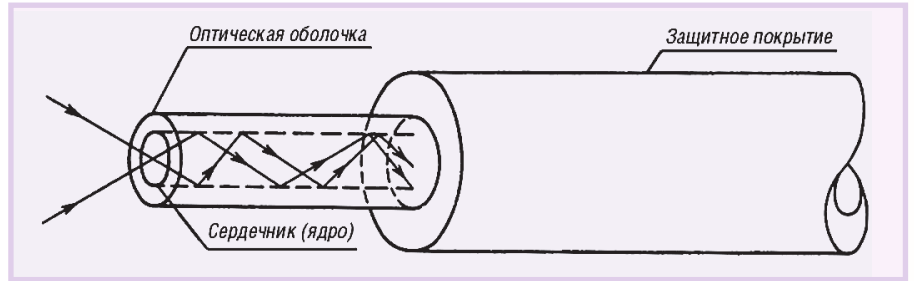

Рис. 3. Структура оптического волокна
Оптическое волокно (рис. 3) состоит из двух концентрических слоев: сердечника (ядра) и оптической оболочки, имеющих показатели преломления соответственно n_1 и n_2 . Ядро и оптическая оболочка могут быть изготовлены из одного материала (например, особо чистого кварцевого стекла), изменение показателя преломления при этом достигается подбором специальных добавок, вводимых в чистый расплав кварца. Этот процесс называется легированием. В качестве легирующего вещества чаще всего выступают окислы германия (GeO_2), фосфора (P_2O_5), бора (B_2O_3), фтора (F), эрбий (Er) и неодим (Nd). В частности, фтор и окись бора уменьшают показатель преломления, а окись германия и окись фосфора его увеличивают. Вокруг оптической оболочки в целях предохранения от внешних воздействий, влияющих на оптические свойства оптоволоконной (влага,